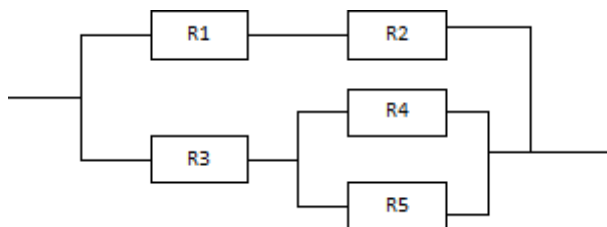

Рис. 4.1. Пример принципиальной схемы сети
1. Построить принципиальную схему цепи, используя графические функции системы ExPRO. При построении принципиальной схемы создать модуль отображения резистора. Также отображение принципиальной схемы может быть вынесено в отдельный модуль. Пример принципиальной схемы приведен на Рис. 4.1.